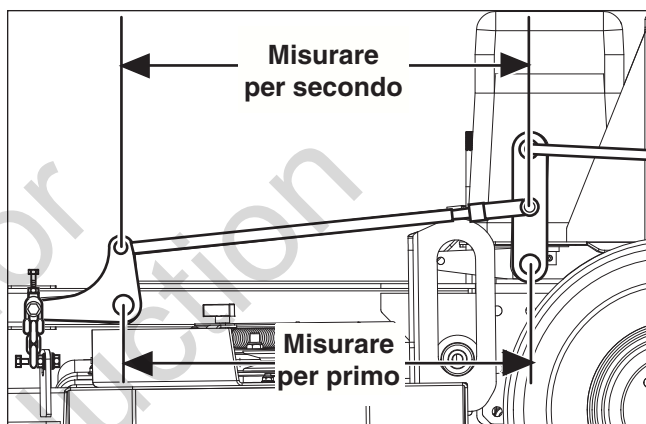

Figura 22. Misurazione e regolazione della fasatura delle aste di sollevamento del piano
3. Per controllare la fasatura dell'asta di sollevamento del piano, misurare e prendere nota della distanza fra i perni di sollevamento e i perni dell'asta. Ripetere dall'altro lato dell'unità. Vedere la Figura 22.